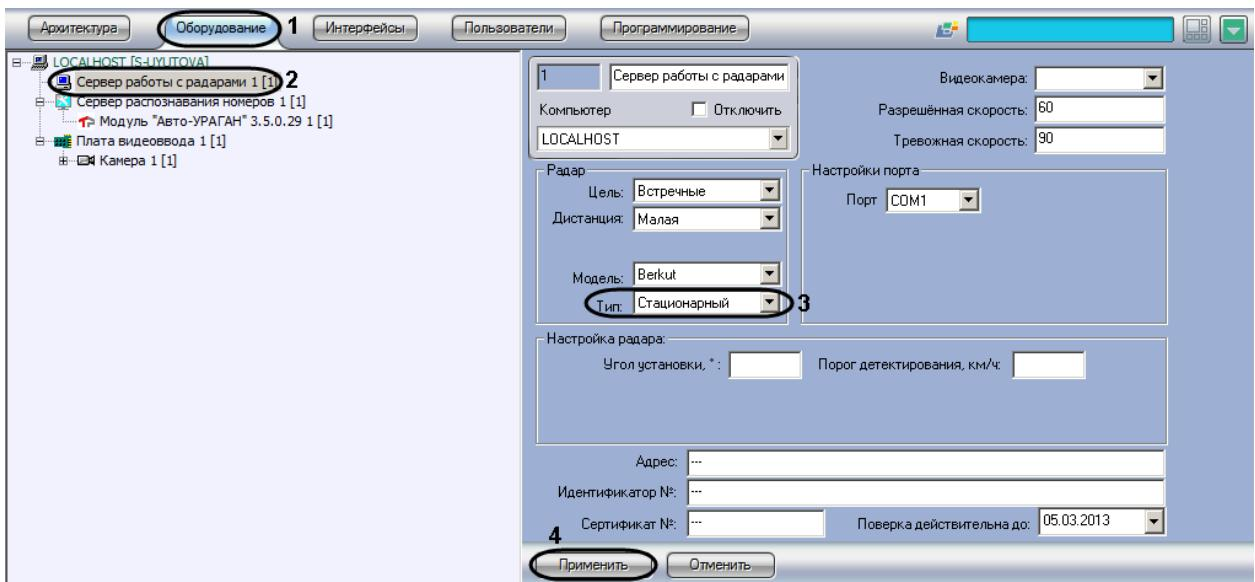

Рис. 7.3—6. Выбор типа установки устройства «Радар»
2. В дереве объектов на вкладке «Оборудование» выбрать объект «Сервер работы с радарами», соответствующий настраиваемому программному модулю «Радар» (см. Рис. 7.3—6, 2). В правой части вкладки «Оборудование» отобразится панель настройки выбранного объекта.
3. В списке «Тип» выбрать тип установки устройства «Радар». Если устройство «Радар» устанавливается стационарно, то требуется выбрать пункт «Стационарный», если устройство «Радар» используется на движущихся транспортных средствах, то требуется выбрать пункт «Движущийся» (см. Рис. 7.3—6, 3)
4. Нажать кнопку «Применить» (см. Рис. 7.3—6, 4).